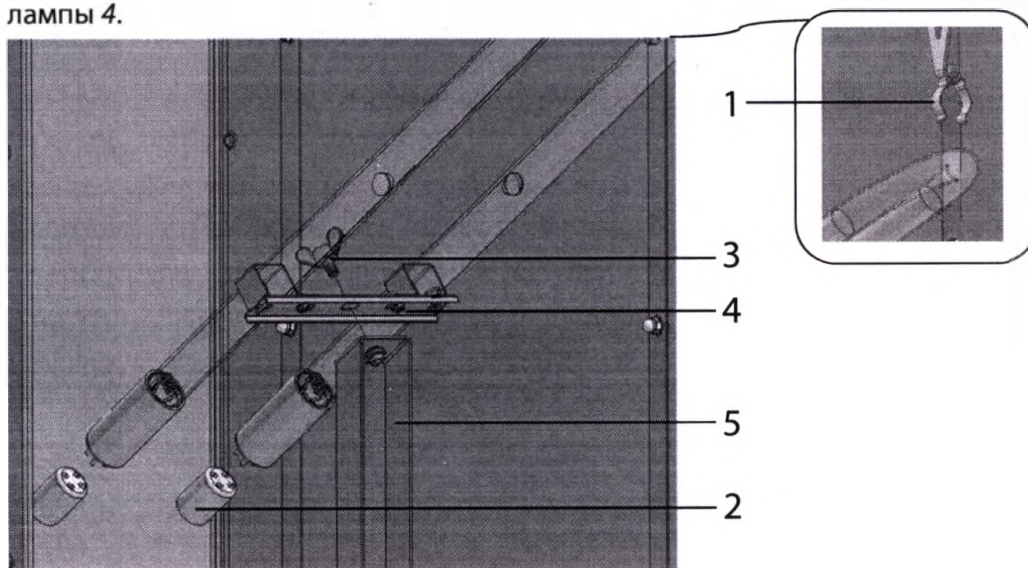

Рисунок 17.1 – Крепление УФ-лампы:
5. Открутить винт 3 (см. Рисунок 17.1), отсоединить разъемы 2 от ультрафиолетовой лампы 4.
6. Извлечь УФ-лампу 4 (см. Рисунок 17.1) из зажима 1.
7. Установить новую ультрафиолетовую лампу в зажим 1 (см. Рисунок 17.1).
8. Подсоединить разъемы 2 (см. Рисунок 17.1) к новой ультрафиолетовой лампе, закрутить винт 3.